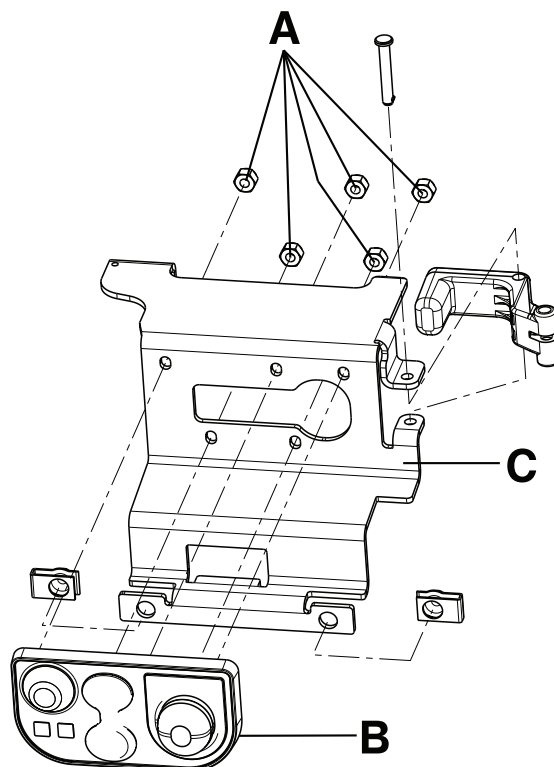

Figure 16 – Ensemble d'interrupteur marche/arrêt principal et ensemble de support du bouton de déblocage manuel
2. À l'aide d'un tournevis à douille de 1/32 po, retirer les cinq écrous hexagonaux Fiberlock (A) qui fixent l'interrupteur marche/arrêt principal (B) au support du bouton de déblocage manuel (C). Jeter l'interrupteur Marche/Arrêt principal (Figure 16). Conserver les écrous.